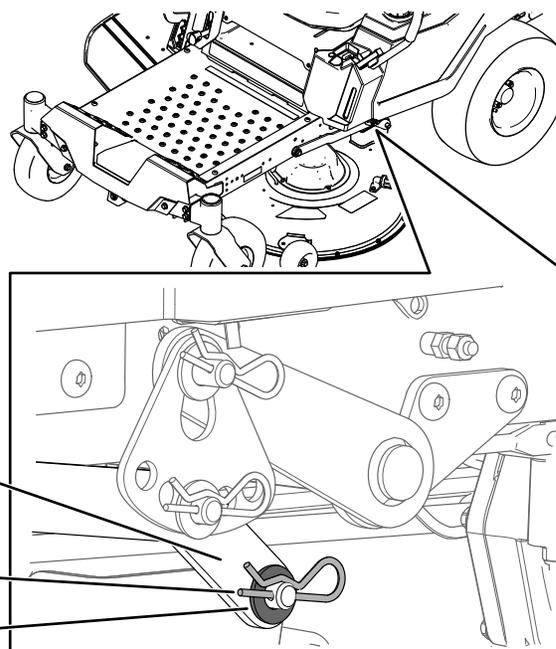

Figura 75
7. Su 1 lato della macchina, togliete la rondella e la coppiglia dal perno del piatto di taglio (Figura 75).
8. Togliete il braccio di sollevamento dal perno del piatto di taglio (Figura 75).
5. Su 1 lato della macchina, sollevate la parte posteriore del piatto di taglio e installate il braccio di sollevamento sul perno del piatto di taglio (Figura 75).
6. Installate il braccio di sollevamento utilizzando la rondella e la coppiglia (Figura 75).